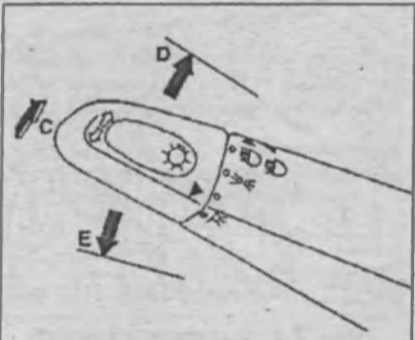

Рис. 2.7. Проверка парковочных фонарей.
3. Поверните выключатель освещения 1 в положение **☞** и переместите выключатель многофункционального переключателя в положение D и в положение E. (рис. 2.7). Проверьте правый парковочный фонарь (в положении D) и левый (в положении E).
5. Переместите комбинированный рычаг в положение D и E (рис. 2.7). Проверьте правый указатель поворота в положении D и левый – в положении E. Переведите комбинированный рычаг из положения A в положение C. Проверьте мигающий дальний свет фар.